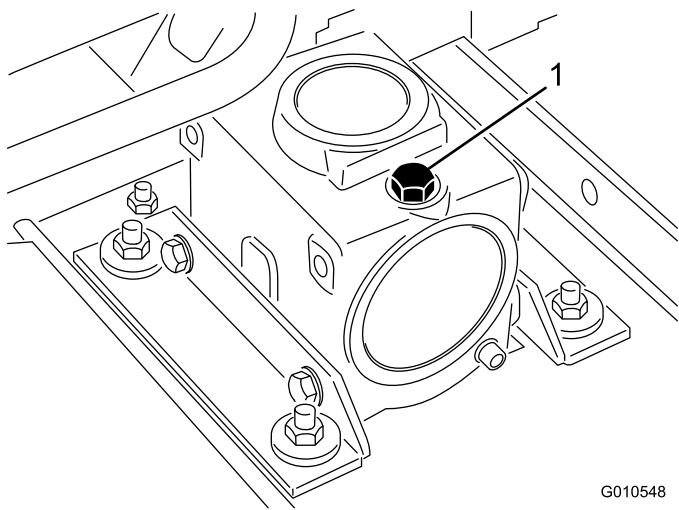

図 22
2. ギアボックスの上部についているディップスティック兼給油プラグ(図 22)を取り、オイルの量が、ディップスティックについている2本のマークの間にあることを確認する。油量が少なければ2本のマークの中間まで補給する。